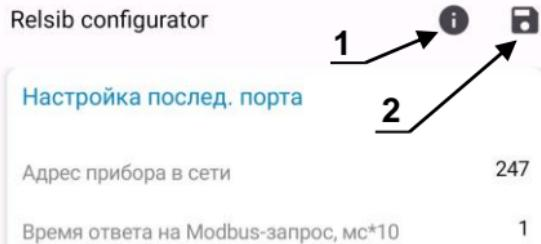

Рисунок 3 – Расположение кнопок
7.2.7 Нажав на кнопку с изображением «*i*» (рисунок 3) приложение выведет окно с информацией о подключенном приборе в соответствии с рисунком 4.